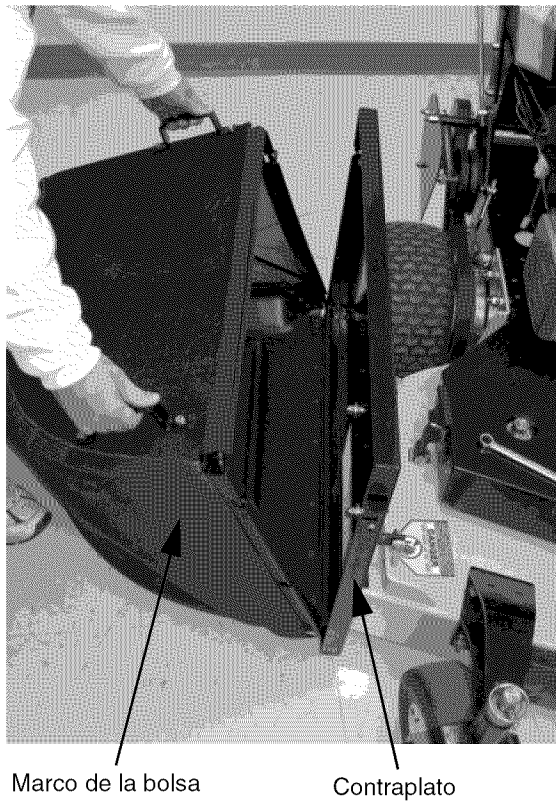

Figura 12
2. Fije el marco de la bolsa [B] al contraplato [F] como se muestra a continuación en la Figura 12.